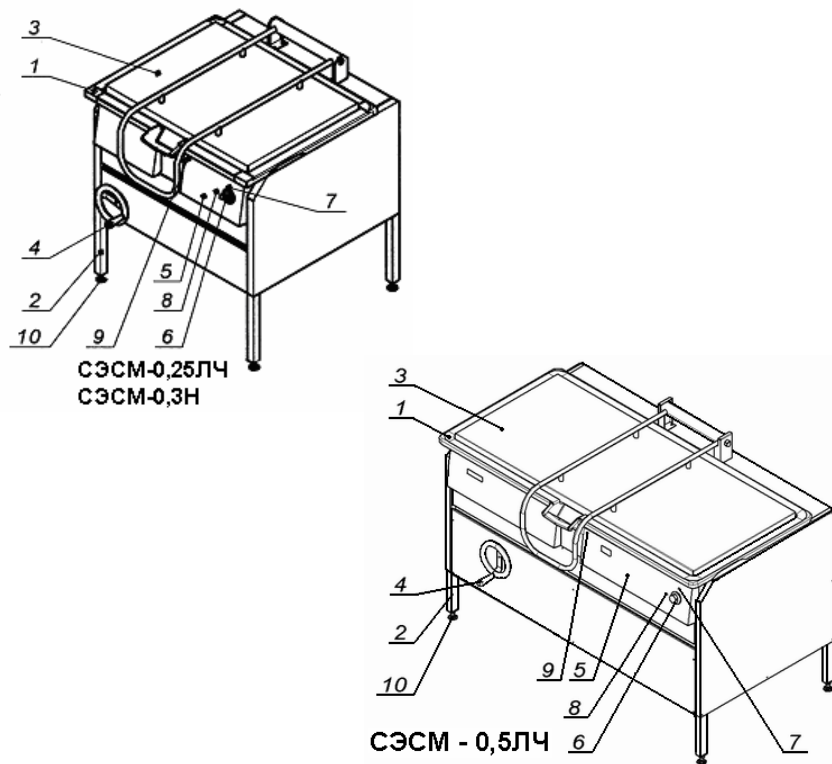
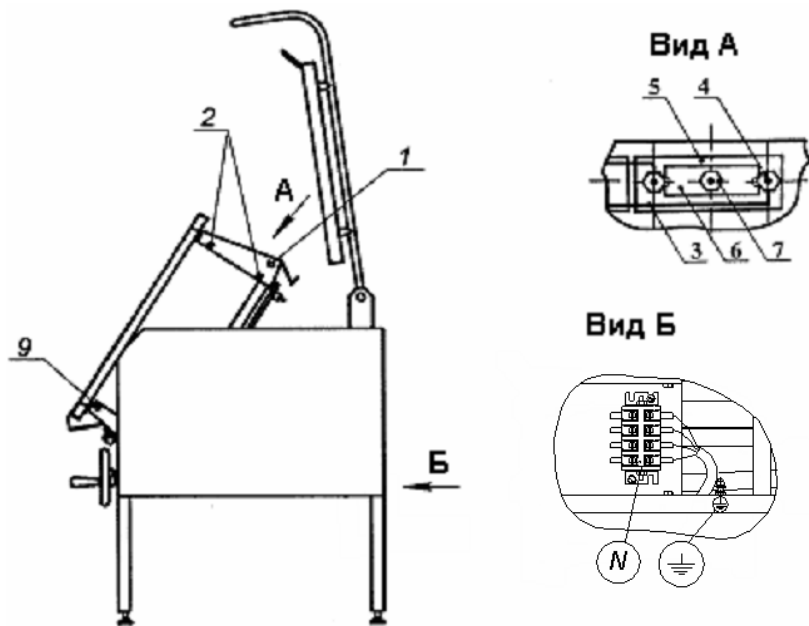

Рис.1
Рис.2
4.1 Общий вид сковород представлен на рис. 1
4.2 Сковорода представляет собой прямоугольную чашу (рис.1, поз.1), боковые цапфы которой шарнирно закреплены на раме (рис.1, поз.2).
Нагрев чаши осуществляется ТЭНами, установленными под подом чаши. ТЭНы вставлены и закреплены с тыльной стороны чаши. Обслуживание и замена ТЭНов производится при открытой крышке, наклонённой в крайнее положение чаши и снятом кожухе (рис.2, поз. 1), для чего необходимо вывернуть 4 винта (рис.2, поз.2), крепящие кожух к чаше.
Сковорода оборудована терморегулятором капиллярным (рис.1, поз.6) пода чаши и сигнальными лампами (рис.1 поз.7, 8), установленными на правой лицевой панели (рис.1, поз. 5) чаши.
Лампа «сеть» (рис.1, поз.7) сигнализирует о включении сковороды в электросеть.
Лампа "работа" (рис.1, поз. 8) сигнализирует о подаче напряжения на ТЭНы.
Для удобства обслуживания, правая лицевая панель (рис.1, поз.5) может быть откинута на петлях, для чего необходимо вывернуть 2 винта (рис.1, поз.9 и рис.2, поз.9), крепящие панель к чаше.
Чаша накрывается откидной крышкой (рис.1, поз.3), снабженной пружинным механизмом, который обеспечивает легкий подъем и фиксацию крышки в открытом положении.
Слева, на раме, размещен механизм наклона чаши (рис.1, поз.4). Наклон чаши, для выгрузки продукта, осуществляется, при открытой крышке, вращением маховика по направлению стрелки "наклон". Возврат чаши в рабочее положение осуществляется вращением маховика в противоположную сторону. При наклоне чаши, с включенными ТЭНами, на угол более 12° от горизонтали, ТЭНы автоматически выключаются.
Регулируемые опоры (рис.1, поз.10) позволяют производить регулировку сковороды в горизонтальной плоскости и регулировку высоты сковороды в диапазоне от 840 до 860 мм.
9.5.1 Для доступа к ТЭНам, необходимо снять кожух (рис.2, поз.1), вывернув 4 винта (рис.2, поз.2).
- отвернуть гайки (рис. 2, поз. 4) и снять с ТЭНа шины (рис.2, поз.3);
- отвернуть гайку (рис. 2, поз. 7) и снять распорную планку (рис.2, поз. 6), заменить ТЭН;
9.5.2 Для доступа к датчику-реле температуры и сигнальным лампам, необходимо вывернуть два винта (рис.1, поз.9 и рис.2, поз. 9) и откинуть правую лицевую панель чаши (рис.1, поз. 5) на петлях.
6.8 Заземлить сковороду отдельным проводом. Зажим заземления расположен рядом с клеммной колодкой (рис. 2, вид Б).
6.11 Подключить клеммную колодку (рис. 2, вид Б) к электросети U = 380В согласно маркировке.